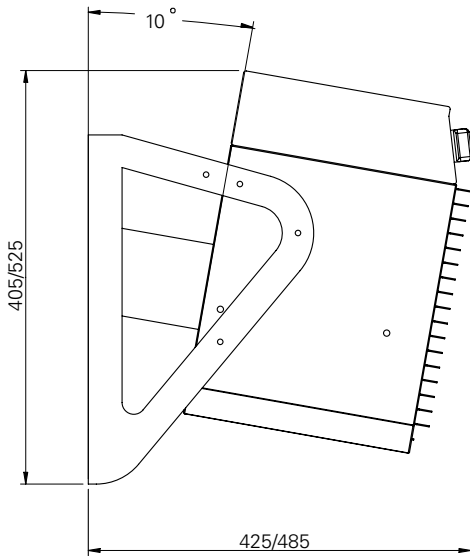

Fig. 3
2. Przymocować wsporniki do nagrzewnicy zgodnie z rys. 3 na stronie 3, wykorzystując trzy śruby po każdej stronie.